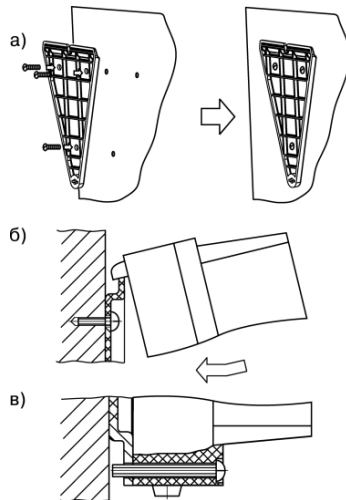

Рисунок 4.1 – Монтаж прибора настенного исполнения
- 1 Закрепить кронштейн тремя винтами М4 × 20 на поверхности, предназначенной для установки прибора (см. Приложение А и рисунок 4.1, а).
- 2 Зацепить крепежный уголок на задней стенке прибора за верхнюю кромку кронштейна (рисунок 4.1, б)
- 3 Прикрепить прибор к кронштейну винтом М4 х 35 из комплекта поставки (рисунок 4.1, в).